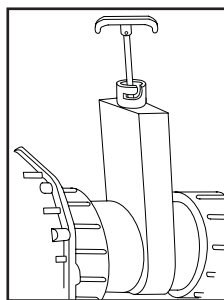

Abbildung 4
2. Alle nach oben zeigenden Schieber öffnen. *Siehe Abbildung 4.* Alle nach unten zeigenden Ventile geschlossen lassen. Den Hot Tub mit einem Gartenschlauch mit Wasser füllen. Den Schlauch über den Rand des Hot Tub legen oder an das Ablass-/Füllventil an den Pumpen anschließen und von unten füllen. *Siehe Abbildung 10.* Wir empfehlen, vor dem Füllen des Hot Tub einige Sekunden Wasser durch den Schlauch strömen zu lassen.
4. Die Entlüftungsflügelschrauben öffnen, um in externen Rohrleitungen eingeschlossene Luft abzulassen (siehe Abbildung 4). Die Hot Tubs der Serie 300 und 500 besitzen eine, die der Serie 500 mit Hush Pumpe und Standardserie 700 zwei und die der Serie 700 mit Hush Pumpe drei. Siehe Ausrüstungs-Konfigurationsdiagramme auf der folgenden Seite bezüglich der Lage der Entlüftungsflügelschrauben. Nach dem Entlüften des Systems ist einer der nach unten zeigenden Schieber zu öffnen.